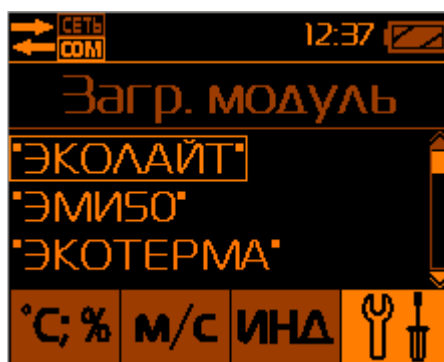

Рис.27 – Выбор программного модуля БОИ-01 вручную
2.7.4. **Пункт системного меню «Загрузочный модуль»** позволяет пользователю вручную осуществить переключение встроенного программного обеспечения БОИ-01 на работу с другими типами измерительных головок, например, с фотоголовкой ФГ-01 и т.д., если БОИ-01 поддерживает работу с этими типами измерительных головок (Рис.27).